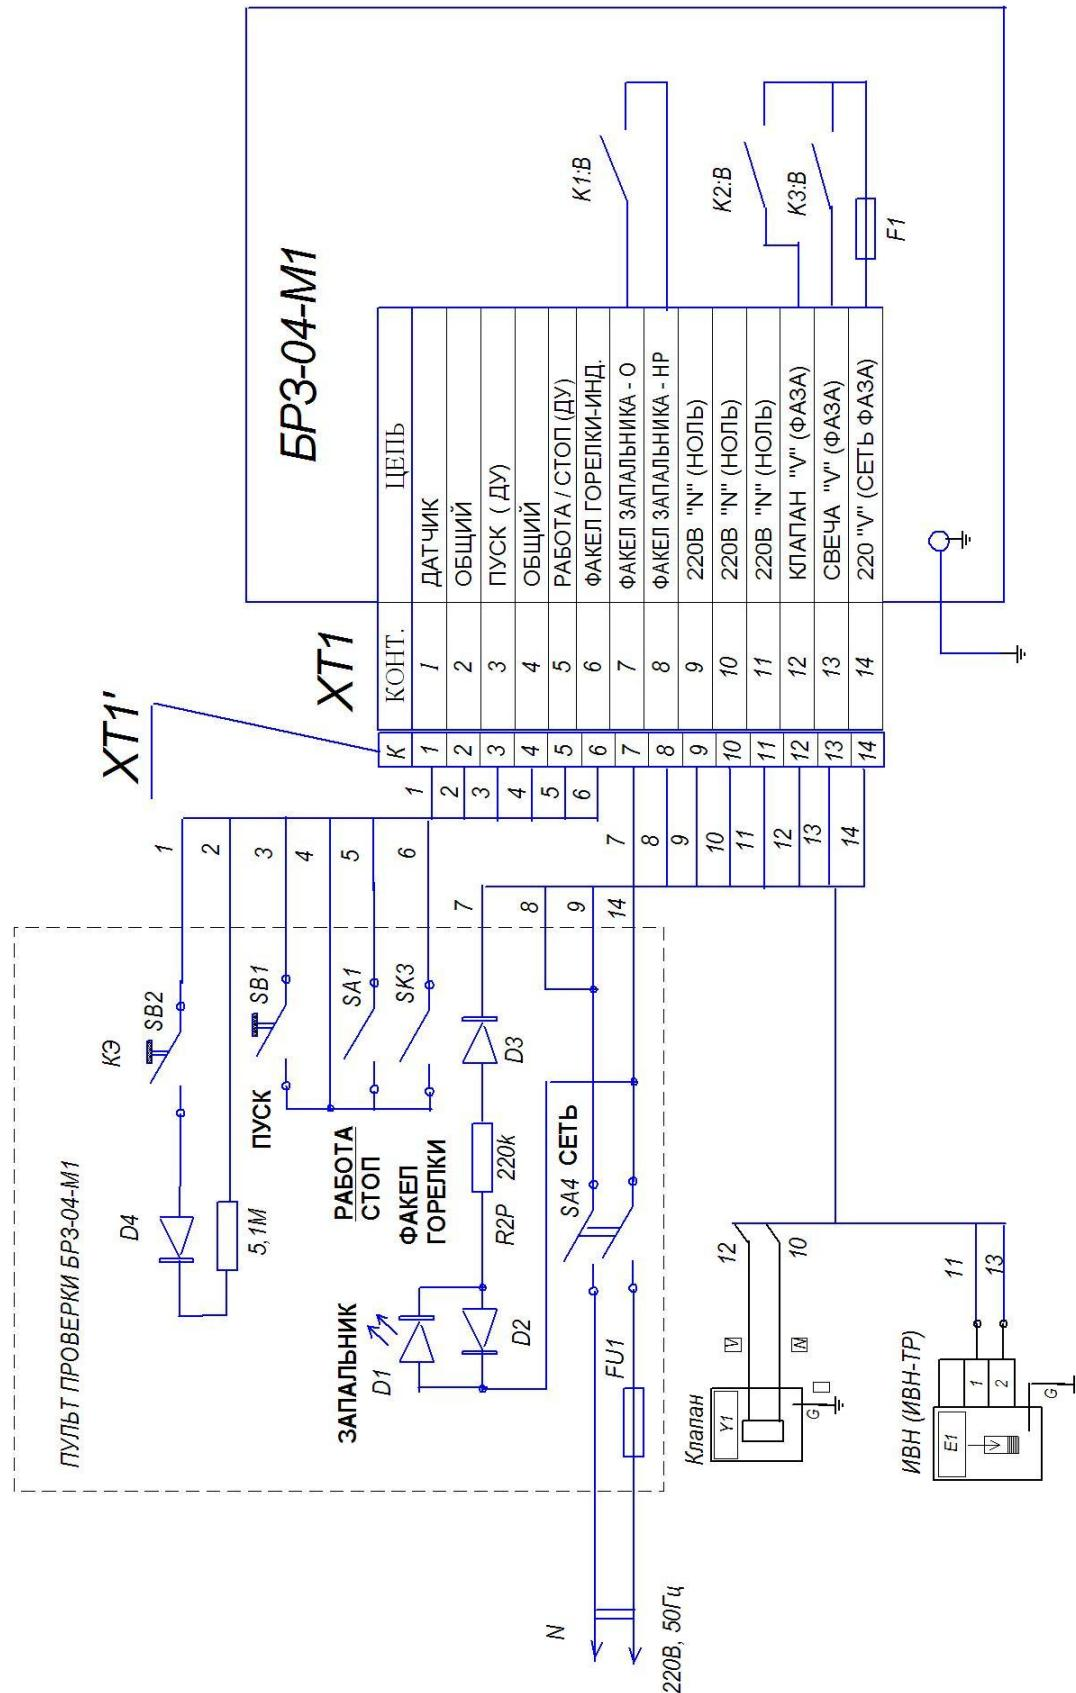

Рис.4. Схема проверки блока БР3-04-М1.
- все переключатели на пульте проверки БРЗ-04-М1 привести в указанное на схеме рис.4 положение и подать питание 220В, 50Гц, включив тумблер SA4 "СЕТЬ";
Установить переключатели в указанные на рис.4 положения и включить тумблер «СЕТЬ» на пульте проверки.